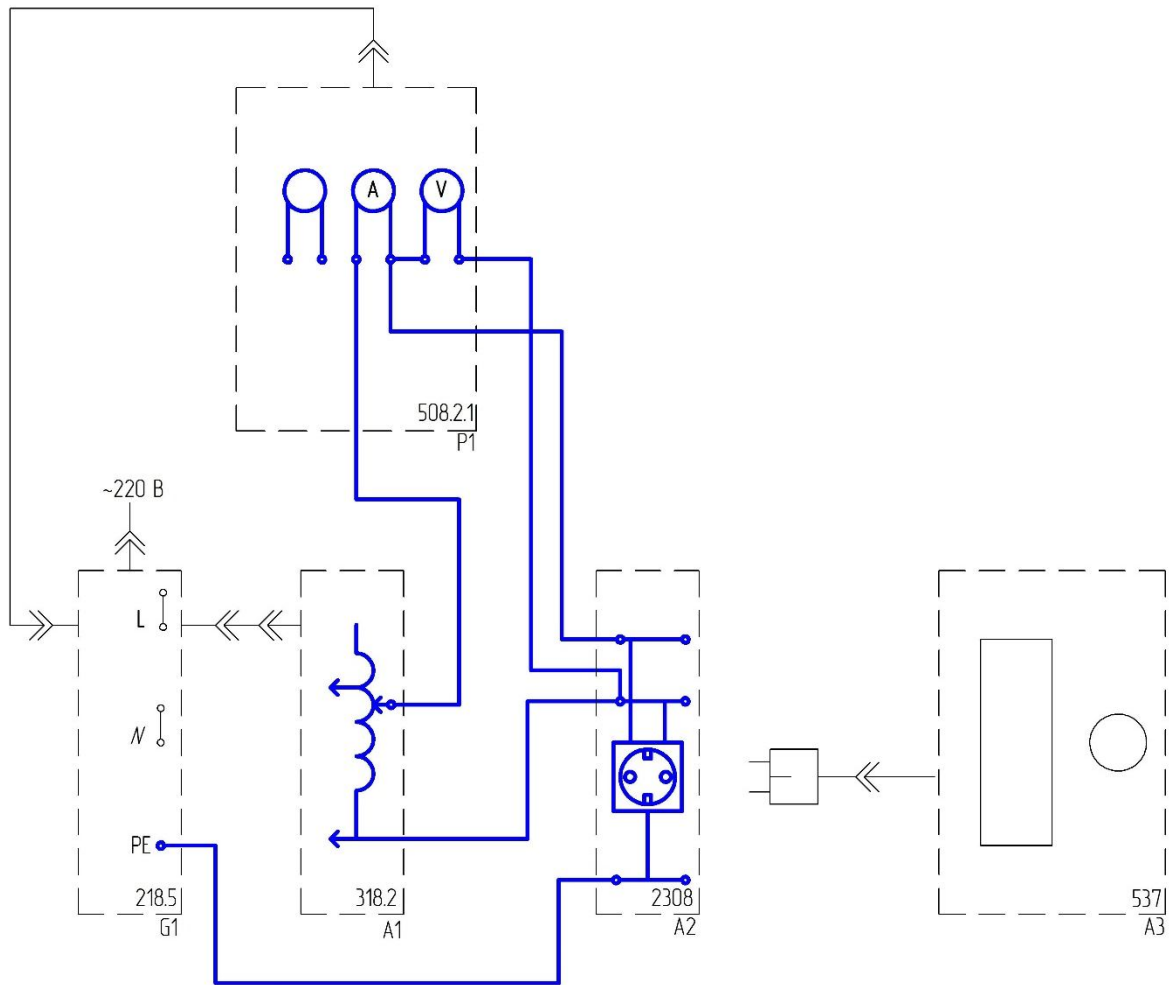

Рис. 2.9.
- Соедините аппаратуру в соответствии со схемой электрической соединений, приведенной на рис.2.9.